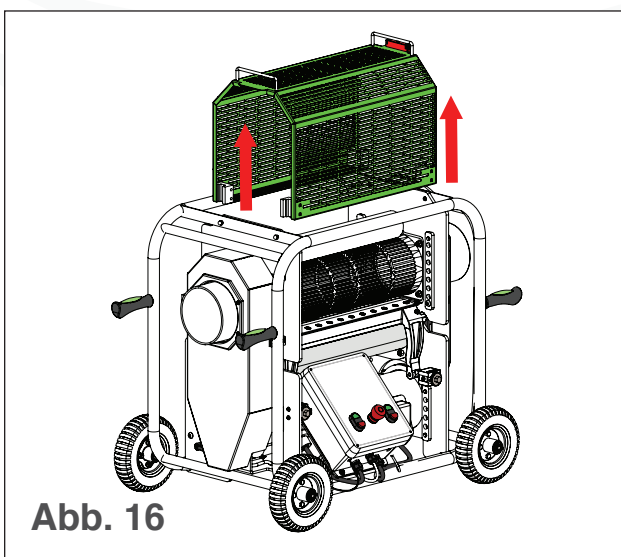

Abb. 16
2. Heben Sie den Trommelschutz an und von der Maschine ab (siehe Abb. 16).